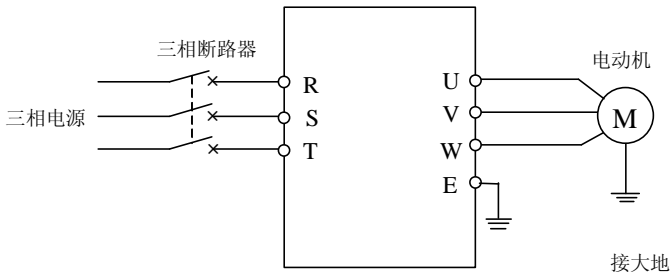

图 6-1 简单运行接线图
- ① 按图 6-1 接线；
- ② 确认接线无误后合上电源开关，接通电源，变频器先显示“P.oFF”，稍后显示“0”；
- ③ 确认频率设定通道为面板数字设定方式（[F0.0] = 0）；
- ④ 根据变频器拖动电动机的额定铭牌数据，对参数 F0.14、F0.15 进行参数设置；
- ⑤ 按 **FWD** 键启动变频器，变频器输出 0 频率，显示“0.0”；
- ⑥ 按 **UP** 键，增大设定频率，变频器的输出频率增加，电机转速加快；
- ⑦ 观察电机的运行是否正常，若有异常立即停止运行，断电，查清原因后再运行；
- ⑧ 按 **DOWN** 键减小设定频率；
- ⑨ 按 **STOP** 键停止运行；
- ⑩ 切断电源开关。